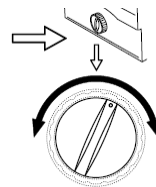

Abb.10
- 3.4 Bei Ausfall einer Projektionslampe kann ohne Wartezeit auf die Ersatzlampe umgeschaltet werden (Abb.10). Vor Austausch der defekten Lampe muß das Gerät vollständig abgekühlt und vom Stromnetz getrennt sein.